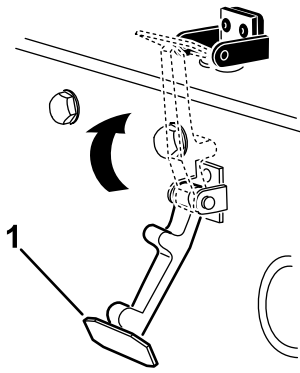

Figura 34
6. Enganche el cierre en el cerradero del capó (Figura 34).